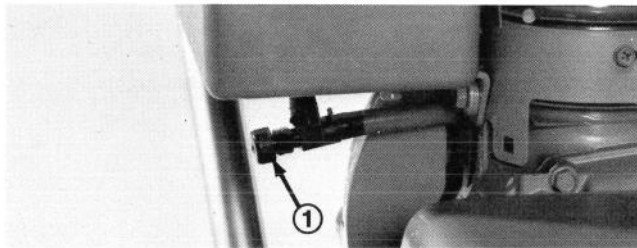

Figure 18
**Robinet d'arrêt d'essence** (Fig. 18) — Ce robinet se trouve sous le réservoir d'essence. Fermez le robinet pour arrêter l'arrivée d'essence au carburateur et rouvrez-le pour rétablir l'alimentation. Fermez le robinet quand la déneigeuse ne sert pas.
2. Ouvrez le robinet d'arrêt d'essence sous le réservoir d'essence (Fig. 18).